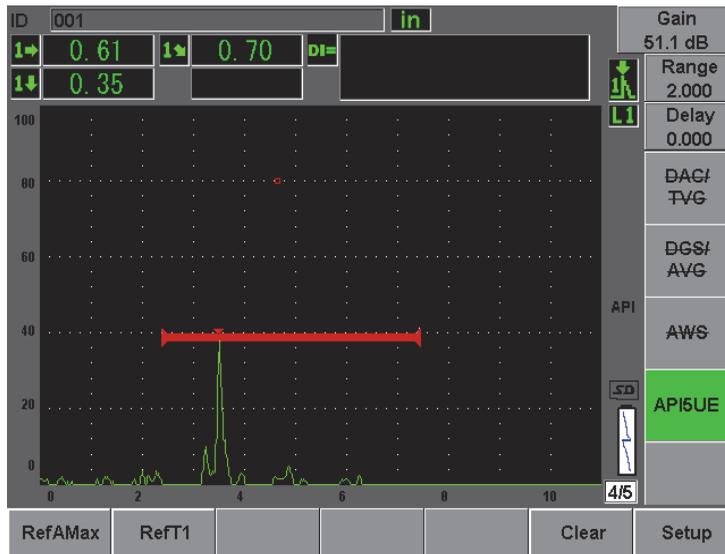

Figura 12-26 Almacenamiento del punto T_1
7. Pulse **[P2] RefT1** para adquirir la posición del punto de caída de 6 dB del flanco de bajada y asignar el valor como T_1 (véase la Figura 12-26 en la página 269).